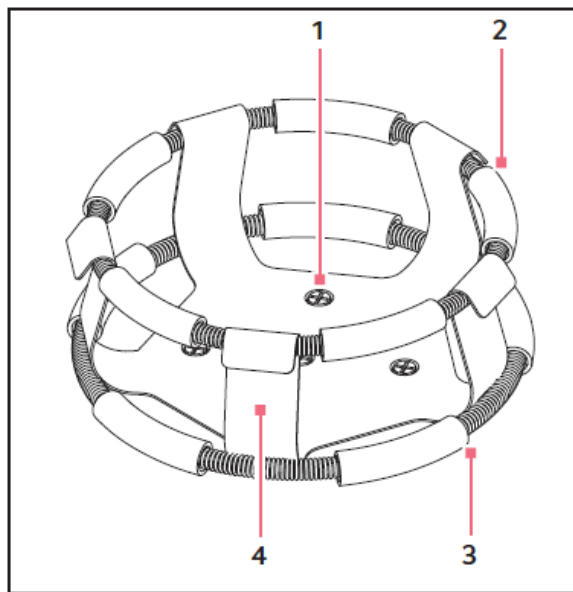

Рис. 4-2: установка зажима с двойным кольцевым креплением
2. Вставьте пустую колбу в зажим с установленным первым кольцом (оно уже установлено на заводе) на верхней части корпуса зажима (см. рис. 4-2 на стр. 28).